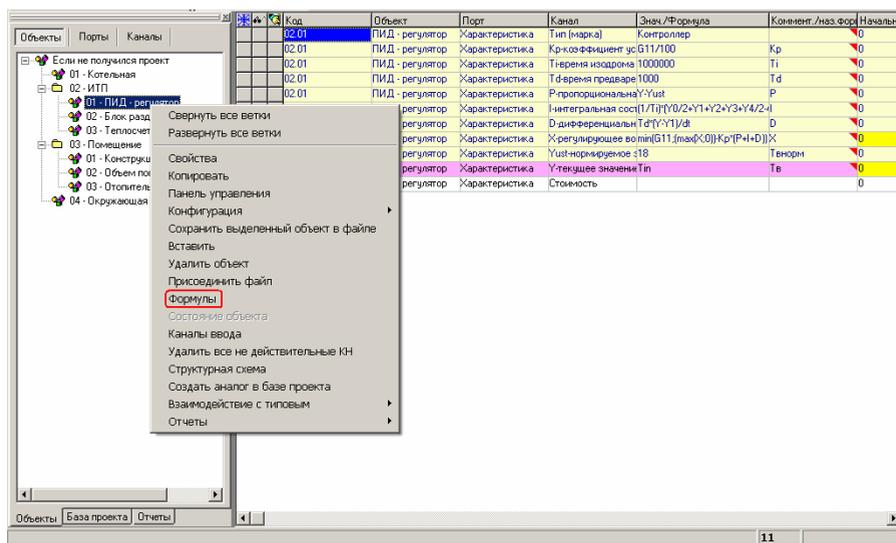

Рис. 2.12. Окно «Формулы»
5. Аналогичным образом соединяем все остальные порты, как показано на имиджевой картинке структурной схемы (см. рис. 2.12).
6. Откроем окно «Формулы». Для этого посмотрим на левое окно – «Дерево объектов». Найдем в нем объект «ИТП», в нем – «ПИД-регулятор». Станем на последний курсором мыши, т.е. сделаем его активным и щелкнем правой кнопкой мыши. В выпадающем меню найдем пункт «Формулы» (см. рис. 2.12) и запустим его. Откроется окно формулы (на заднем плане рисунка 2.12).